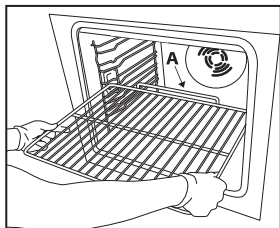

Рис. 1
1. Вставте решітку горизонтально, піднявши частину "А" вгору (Рис. 1).